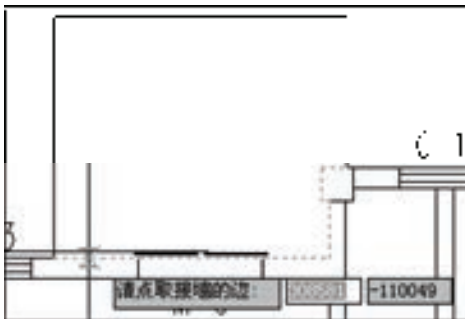

图 14-89 点取接墙的边
9) 按〈Enter〉键，点取接墙的边，如图 14-89 所示。